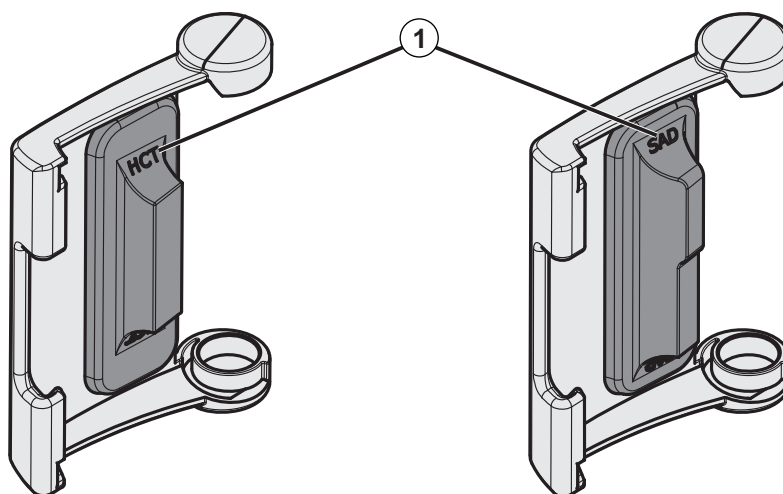

Bild 7-20 Typmärkning av HCT och SAD sensorhölje
Det är viktigt att lockena till SAD och HCT-sensorn inte förväxlas när de sätts tillbaka! Locken är märkta med *SAD* och *HCT* på baksidan (se Bild 7-20, ①).